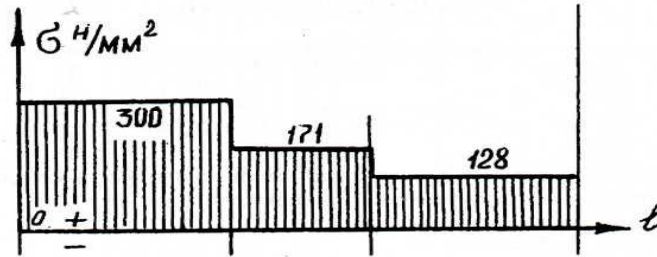

Рис. 14
1. Разбиваем брус на три участка (рис. 14), границами которых являются точки приложения сил или изменения площади сечения. Первый (справа) – от точки приложения силы  $F_1$  до точки приложения силы  $F_2$ , второй – от точки приложения силы  $F_2$  до границы ступеней площадью
Поскольку ни сила, ни площадь на протяжении всего участка не меняются, то и напряжение по всей длине участка постоянно. На графике – эпюре (рис. 14) это изобразится прямой  $l$  (на этом участке  $\sigma = 128 \text{ Н/мм}^2 = \text{const}$ ).
Нанося полученные характерные точки на график и соединяя их прямыми линиями, получаем эпюру напряжений, рис. 14.